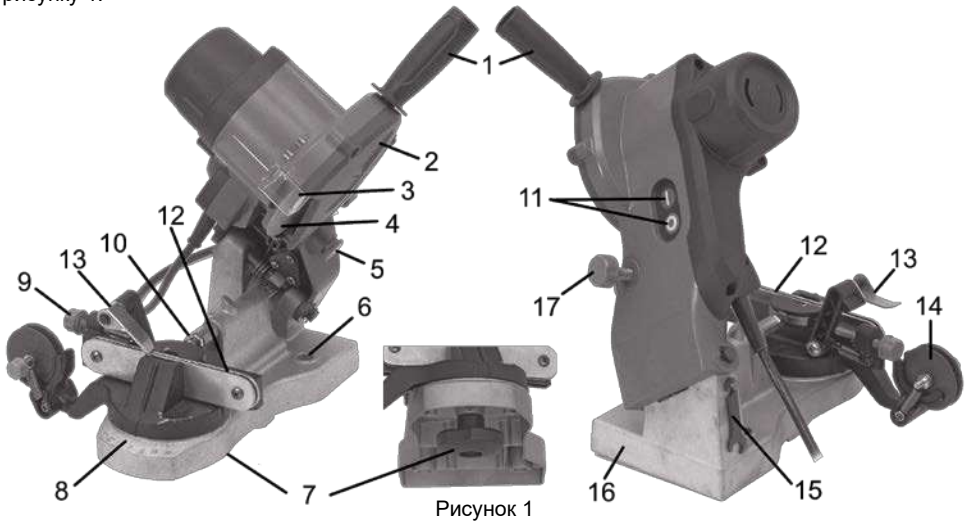

Рисунок 1
Ретельно очистити ланцюг перед заточуванням від тирси, бруду і мастила. Перевірте стан і надійність кріплення абразивного диска (4, рис. 1) і захисного кожуха (2, рис 1). Під'єднайте станок до мережі електроживлення. Перевірте справність роботи кнопок управління (11, рис 1) і двигуна станка короткочасним увімкненням на холостому ходу.
4.4.1 Послабте фіксатор (7, рис. 1 та 5), встановіть поворотний стіл у нейтральне положення так, щоб стрілка покажчика знаходилася навпроти значення «0» (8, рис. 1 та 3), затисніть фіксатор (7). Послабте контр-гайку (18) та гвинт фіксації ланцюга (10), щоб розтиснулися напрямні (12, рис. 1 та 3) вузла фіксації ланцюга. Встановіть ланцюг напрямними ланками в паз струмка напрямної опори (12) вузла фіксації ланцюга таким чином, щоб зубці ланцюга заточеними кінцями були спрямовані вправо. Переконайтеся в тому, що ланки ланцюга вільно звисають та не чіпляються за сторонні предмети і не торкаються електродротяв.
4.4.2 Не вмикаючи двигун станка, візьміть за рукоятку (1, рис. 1), натисніть на кнопку швидкого налаштування глибини заточування (5, рис. 1) і підведіть точильну головку з абразивним диском (4) впритул до ланцюга так, щоб диск потрапив у проточення перед робочою поверхнею різальної кромки зуба ланцюга, відпустіть кнопку (5). Притискаючи точильну головку за рукоятку до обмежувача, обертанням гвинта обмежувача глибини занурення заточувального диска
4.4.4 Увімкніть виріб, акуратно підведіть абразивний диск до ланцюга, за допомогою гвинта регулювання положення відкидного упору (9, рис. 1 та 3) встановіть необхідну величину зняття металу з передньої поверхні різальної кромки зубця, який загострюється, зафіксуйте це положення контргайкою гвинта. Поверніть заточувальну головку у вихідне положення. Послабте напрямні опори вузла фіксації ланцюга (12) гвинтом (10) для розблокування ланцюга. Зробіть позначку на перший заточений зуб ланцюга маркером або фломастером.